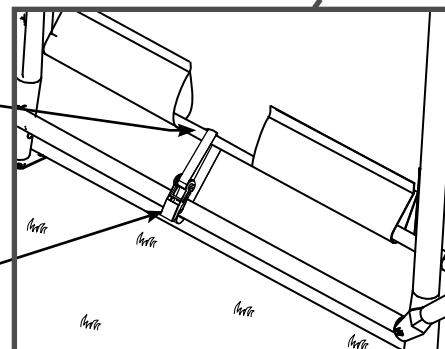

Fig.11J
J. Centrez la toile entre l'avant et l'arrière de l'abri. Installez les rails de toile inférieurs (802051 et 802050) en les insérant dans les fourreaux de chaque côté de la toile. Une ouverture permet de faire passer la courroie autour du rail de toile et du rail de base pour fixer la toile. Serrez la courroie avec le cliquet comme le montre la Figure 11J.